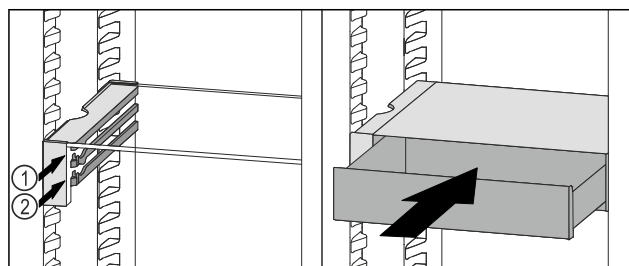

Fig. 133
- Nasaďte zásuvku VarioSafe za zářáčky na požadovaném žebro Fig. 133 (1) nebo Fig. 133 (2).